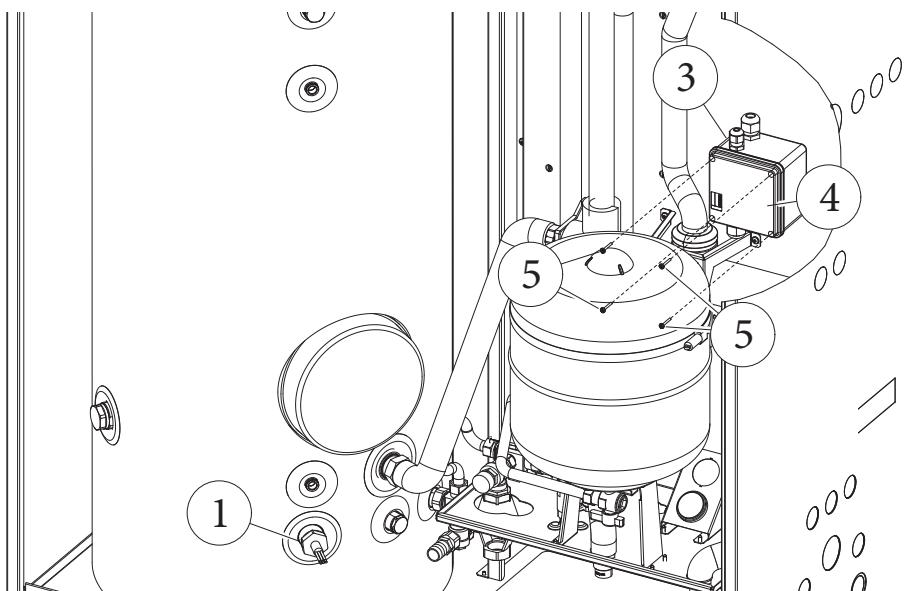

Fig. 4
- Chiudere il coperchio (4) della scatola allacciamento tramite le 4 viti (5) svitate in precedenza (Fig. 4).
- Close the cover (4) of the connection box by means of the 4 previously unscrewed screws (5) (Fig. 4).